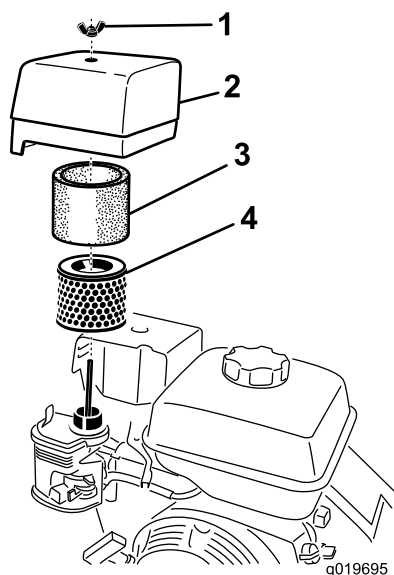

Figura 17
3. Retire la tuerca que sujeta la tapa (Figura 17).
5. Separe cuidadosamente de la base los elementos de gomaespuma y de papel (Figura 17).
6. Separe el elemento de gomaespuma del elemento de papel (Figura 17).